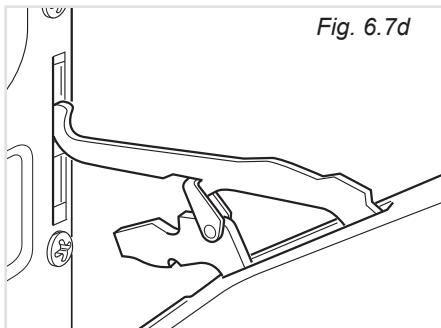

Fig. 6.7d
- Estrarre anche la baionetta superiore delle cerniere dal loro alloggiamento (fig. 6.7d).